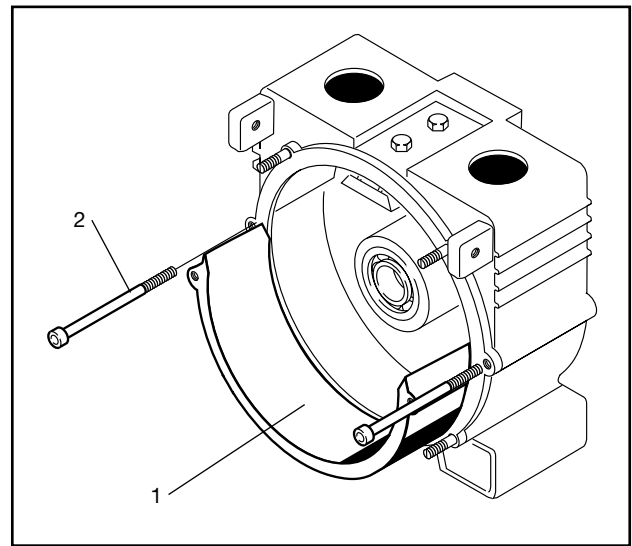

Abb. 15 1 Widerlager
2. Beide Widerlagerschrauben (Teile-Nr.1020, Abb. 8) herausdrehen und das Widerlager aus dem Gehäuse heben (Abb. 15).